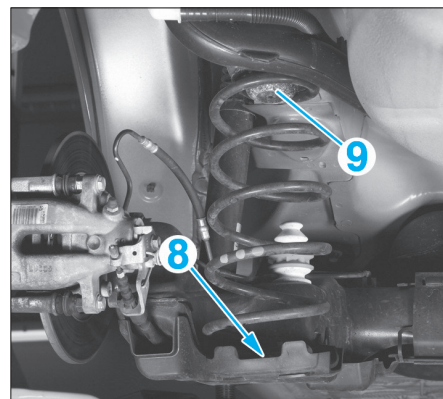

FIG. 60
- Déposer les coupelles inférieures (8) et supérieures (9) (Fig.60).